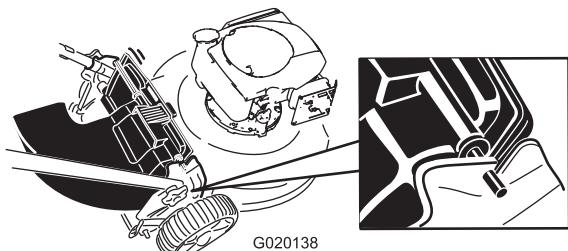

Figure 18
- Insérez la tige du déflecteur d'éjection arrière dans les crans de la machine (Figure 18).